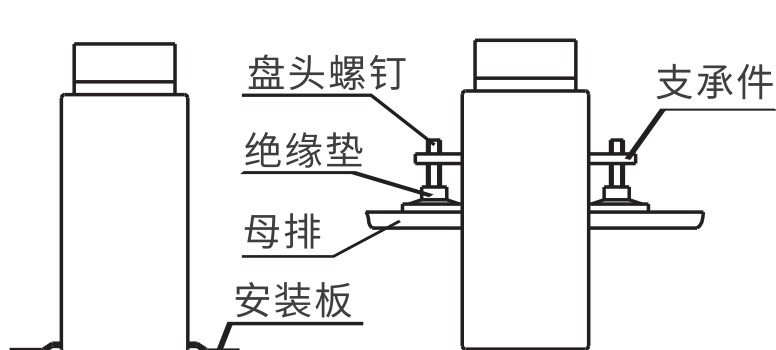
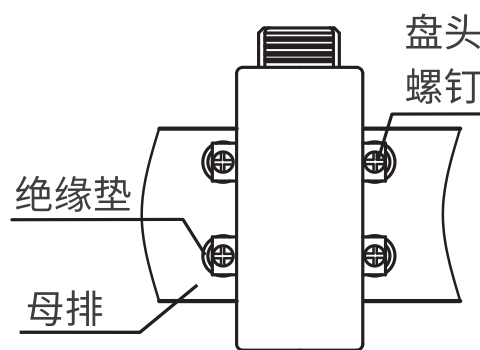

图8 (30~50) 型
图9 (60~130) 型
5.1 安装方法：安装板固定见图8左图，母排固定见图8右图和图9。